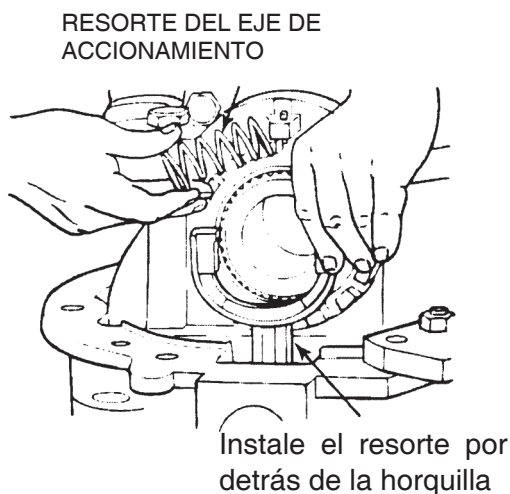

Figura 125
2. Comprima el resorte del eje de accionamiento del bloqueo e instálelo entre la parte trasera de la horquilla de bloqueo y la pared interna. Figura 125.